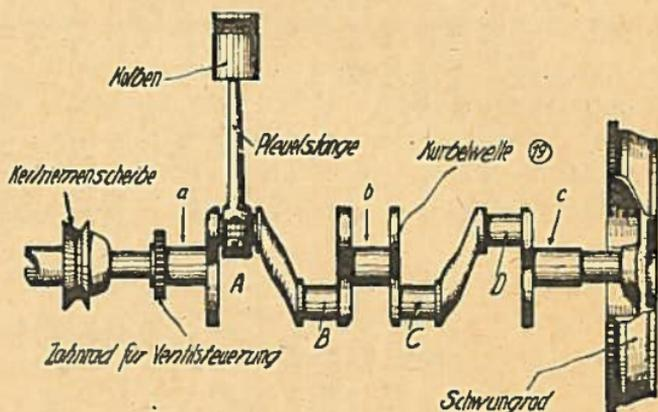
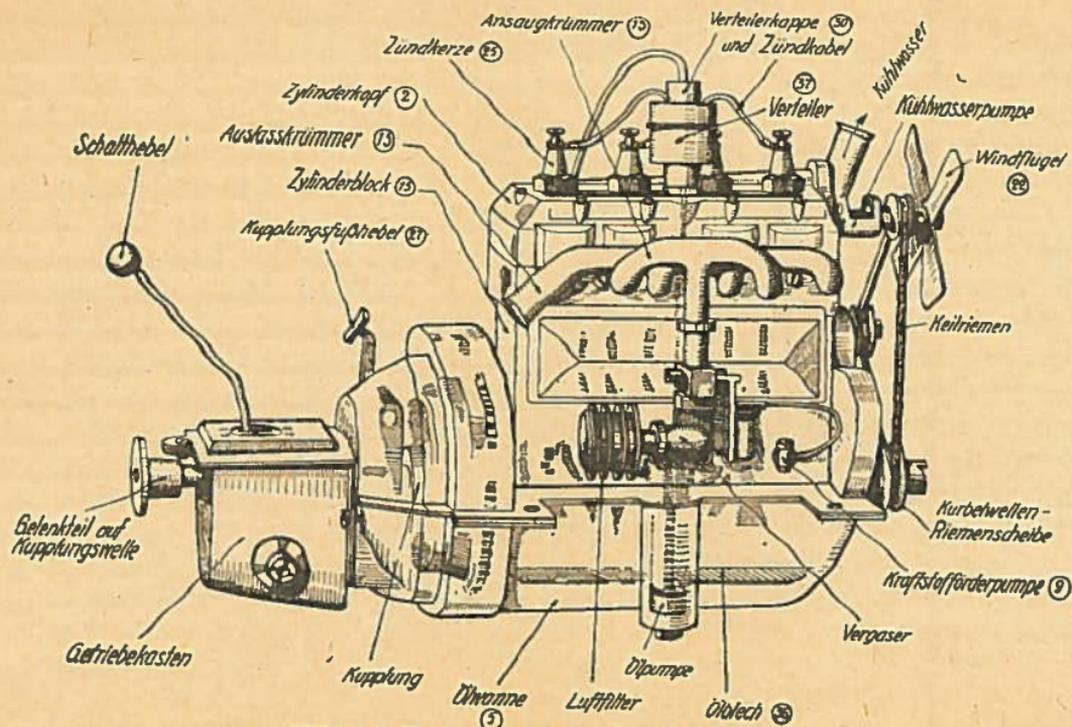

Bild 6. Kurbelwelle.
Bild 12. Der zusammengebaute Motor.
sonst der Zylinder in kürzester Zeit zerschrammt werden würde. Sind die vier Kolben mit der Pleuelstange verbunden, dann nehmen wir die Kurbelwelle (19) aus dem Baukasten. Auf die Kurbelwellenenden sind bereits das Schwungrad und die Keilriemenscheibe für den Windflügelantrieb aufgezogen (siehe Bild 6). Die Kurbelwelle besitzt vier Zapfen (A – B – C – D in Bild 6), an denen die Pleuelstangen angreifen. Außerdem sind drei Kurbelwellenlager (a – b – c
in Bild 6) vorhanden. Nun nehmen wir von jeder Pleuelstange den Pleuelkopf durch Lösen der beiden Kopfschrauben ab. Hierauf schließt man eine Pleuelstange nach der anderen mit ihrem Kopf an einem Kurbelzapfen an. Da man nach Zusammen-
Nun stellen wir den Zylinderblock auf den Kopf, um die Kurbelwelle mit den Pleuelstangen und Kolben einbauen zu können. Vorher wollen wir aber noch schnell die Kraftstoffpumpe (9) einsetzen (siehe Bild 12), die durch eine Mutter von innen gesichert wird. Und nun nehmen wir die Kurbelwelle so, daß die Pleuelstangen alle in einer Ebene nach unten hängen. In dieser Lage schieben wir die Kolben in die Zylinder ein, bis die Kurbelwelle auf ihren Lagern aufruht. Die Kurbelwelle findet drei Lagerstellen im Zylinderblock (siehe a — b — c in Bild 6). Wenn die Kurbelwelle richtig eingesetzt ist, dann muß das Zahnrad am Ende der Kurbelwelle in das Nockenwellen-Zahnrad einkämmen. Wir wollen bei dieser Gelegenheit gleich für richtige Lage der beiden Teile zueinander sorgen. Die Kurbelwelle und die Nockenwelle müssen so eingebaut werden, daß der rote Zahn der Kurbelwelle in die beiden roten Zähne der Nockenwelle eingreift, bzw. es müssen ihre Zahnräder so ineinander eingreifen, daß der Kolben des ersten Zylinders auf seinem höchsten Punkt ist (sogenannte obere Totpunktstellung) und gleichzeitig beide Ventile dieses Zylinders geschlossen sind, d. h. daß ihre Ventilstößel auf keiner Nocke aufliegen und beide Ventilteller auf ihre Sitze gepreßt sind.